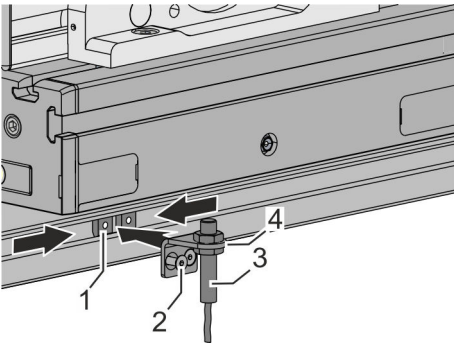

Abb. 39: Endschalter montieren
1. Nutensteine (Abb. 39/1) in die Nut des Führungsprofils einsetzen und positionieren.
2. Endschalter (Abb. 39/3) mit Haltewinkel (Abb. 39/4) in Höhe der eingesetzten Nutensteine aufsetzen.
3. Zwei Schrauben (Abb. 39/2) festziehen: